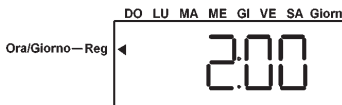

fig.13
- 2) con i tasti **↓ ↑** scegliere l'ora desiderata per la rigenerazione (fig. 13)